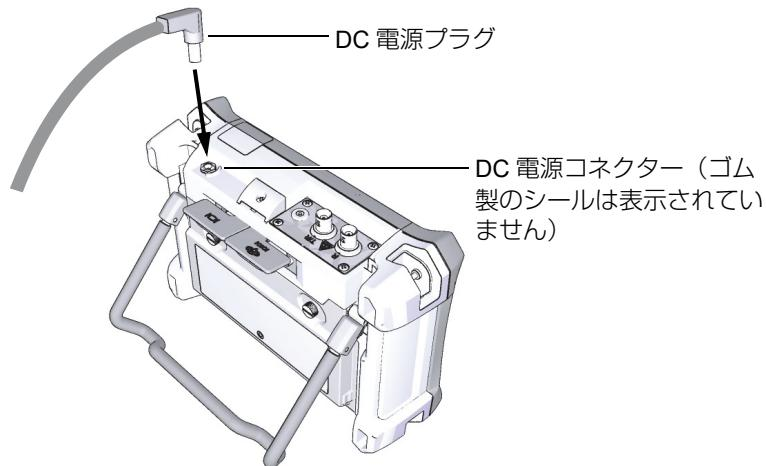

図 2-3 DC 電源プラグの接続
3. チャージャー / アダプターからの DC 電源プラグを DC アダプターコネクターに接続します（58 ページの図 2-3 参照）。